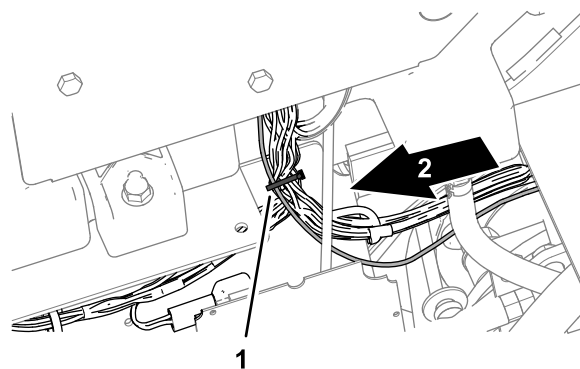

Рисунок 17
1. На крышке панели управления прикрепите жгут проводов питания к жгуту проводов машины с помощью кабельной стяжки, как показано на Рисунок 17.